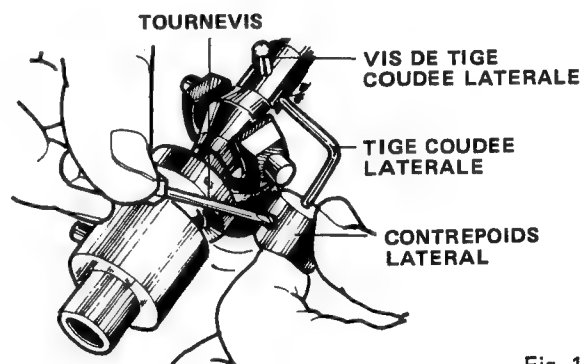

Fig. 10
2. Sortir le contrepoids latéral de la boîte à accessoires et le glisser sur la tige latérale coudée, ensuite serrer la vis de fixation du contrepoids latéral (Fig. 10).